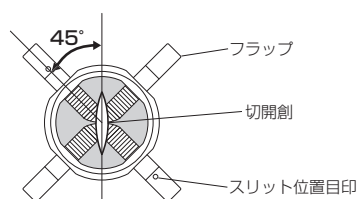

図2
- 7.開創効果を最大限に得るためには、切開創の長軸に対して45°の位置にフラップを設置することが必要である。(図2)従って、体内リングを腹腔内に挿入する際は、筋鉤で創部を広げつつフラップの位置が適切となる方向で行う。(図3)